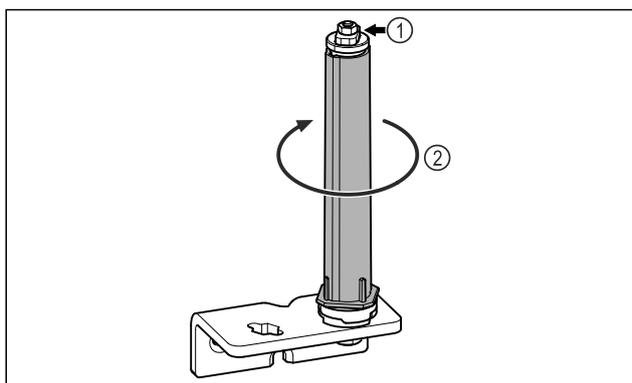

Fig. 29
- ▶ Non disassemblare il sistema di chiusura della porta Fig. 29 (1).
- ▶ Ruotare il sistema di chiusura Fig. 29 (2) finché non scatta.